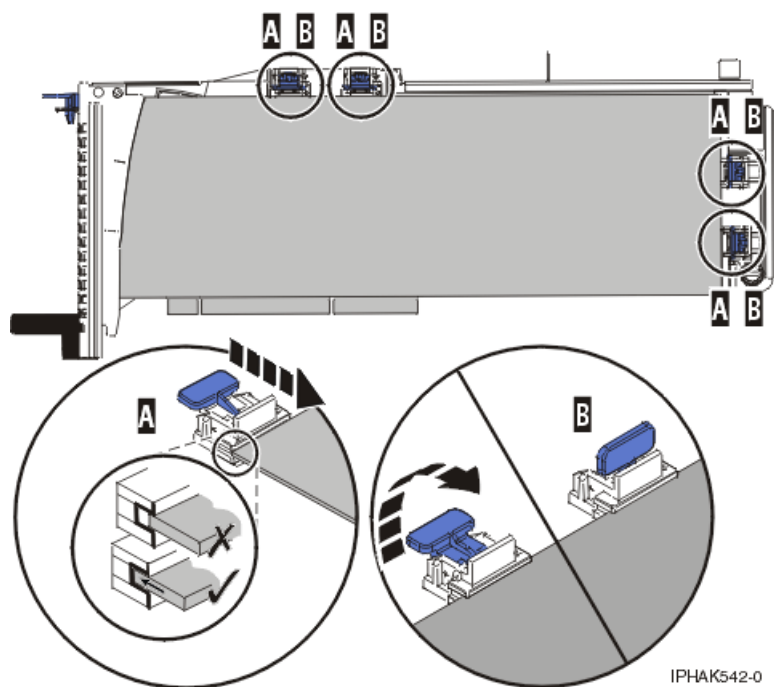

図 49. 所定位置に保持具およびスタビライザーが付いた PCI アダプター・カセット内の Long PCI アダプター
- 3) 保持具 (B) を所定位置に置き、ロックします。73 ページの図 49 を参照してください。